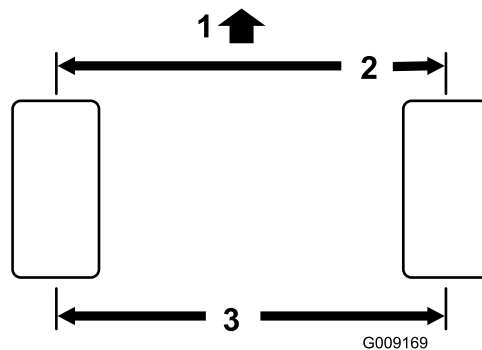

Рисунок 48
2. Измерьте межцентровое расстояние (на высоте моста) на передней и задней сторонах рулевых колес (Рисунок 48).